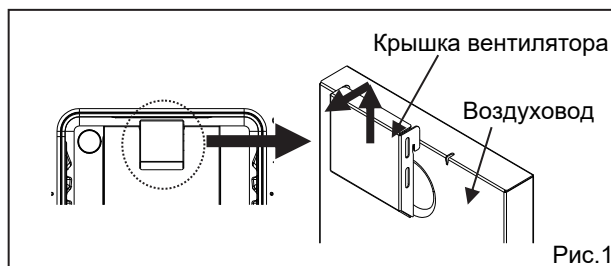

Рис.1
(1) Поднимите крышку вентилятора и потяните на себя, чтобы снять ее (Рис. 1).